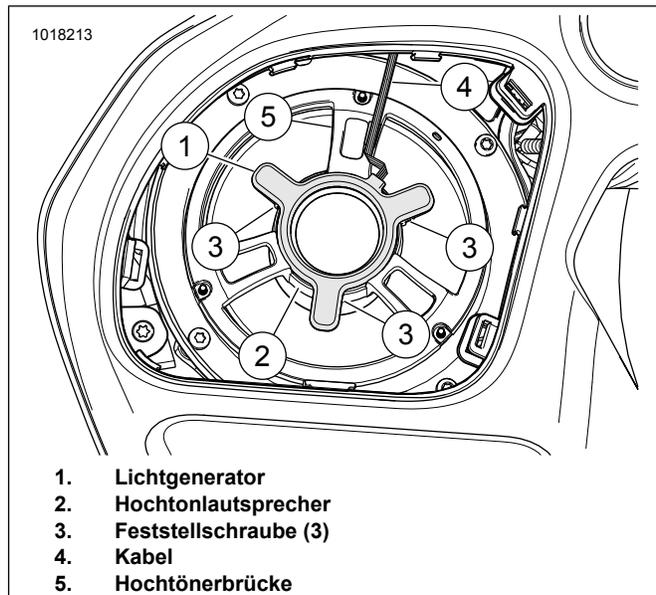

Abbildung 8. FLTR-Lautsprecher der linken Verkleidung
Siehe Abbildung 8. Siehe Werkstatthandbuch. Außenverkleidung und Lautsprechergitter ausbauen. Die Lautsprecher können beim Einbau des Lichtgenerators in der Verkleidung belassen werden. Die drei Schrauben entfernen, die die Hochtönerbrücke (5) am Lautsprecher befestigen. Vorsichtig mit diesen Teilen umgehen, damit die Kabel des Hochtוןlautsprechers nicht beschädigt oder strapaziert werden. Die Befestigungsteile zur Wiederverwendung aufheben.
- Den Lichtgenerator so ausrichten, dass die Kabel (4) in der Nähe eines Schenkels der Hochtönerbrücke und nahe den Lautsprecherkabeln liegen.
Siehe Abbildung 8. Den Lichtgenerator (1) wie dargestellt auf die Hochtönerbrücke (2) setzen. Lichtgenerator leicht andrücken.